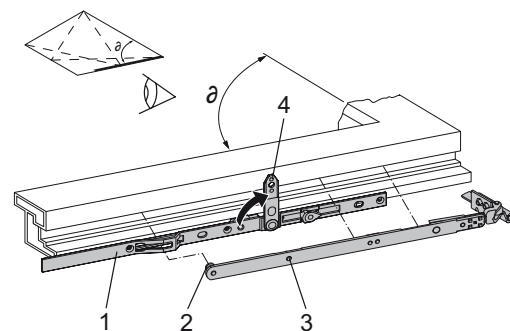

Рис. 6: Верхняя шина OS, кронштейн SK.A
13. Соединение кронштейна SK.A. ... с верхней шиной OS (Рис. 6):
- Приподнять рычаг (4) (по стрелке).
- Соединить кронштейн SK.A грибок (2) с верхней шиной OS (1).
- Штифт (3) на кронштейне соединить с рычагом (4) на верхней шине OS.
- Рычаг (4) с кронштейном повернуть в исходное положение.